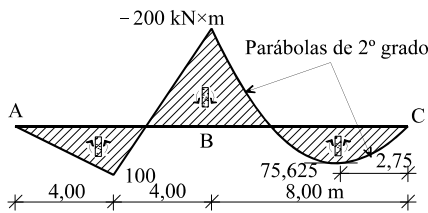

Figura 3
3) Dada la ley de momentos flectores de la figura 3, encontrar las cargas que la producen.
10) Suponiendo que la ley de momentos flectores de la figura 3 corresponda a una viga continua de dos vanos de sección constante apoyada en A, B y C, determinar la relación entre las inercias de cada vano para que dicha ley de momentos flectores sea posible.